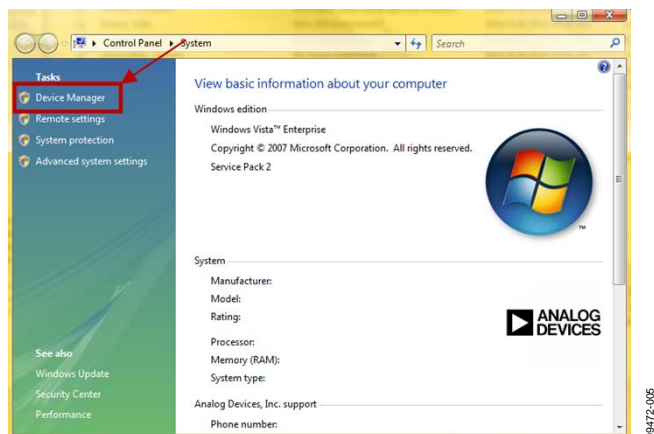

図 5. コンピュータのプロパティ
1. **Start** メニューの **Computer** を右クリックして **Properties** を選択します。図 5 のようなウィンドウが表示されます。